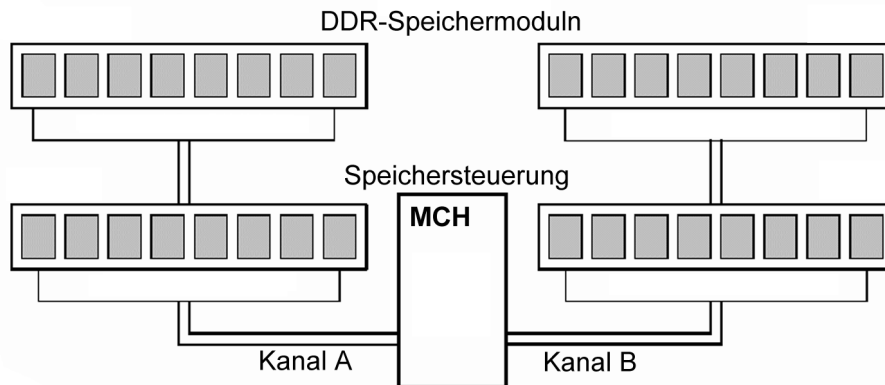

Abbildung 3.12 DDR-Speichersubsystem mit zwei Zugriffswegen (Dual Channel Architecture)
*) : Beispiel: Intels Dual Channel Architecture (Abbildung 3.12).